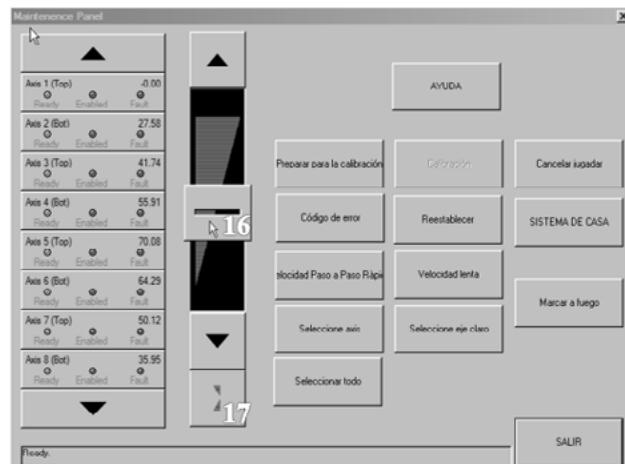

Figura 54
15. Cambiar modo de avance: haga clic para cambiar la función a modo "Con enganche" (figura 54).
16. Avance (Modo con enganche): haga clic en el botón, luego deslice hacia arriba o hacia abajo para avanzar por etapas; el eje continuará avanzado incluso si el botón no es presionado. Vuelva a presionar el botón para parar (figura 54).
17. Cambiar modo de avance: haga clic para cambiar la función a modo "Momentáneo" (figura 54).